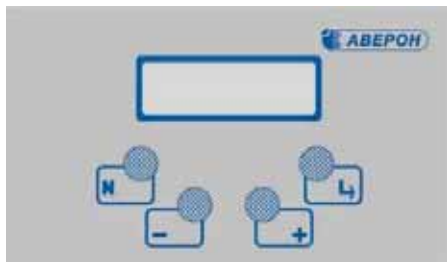

Рис.2
4.3.1 На панели управления (рис.2) расположены четыре кнопки и алфавитно-цифровой дисплей.